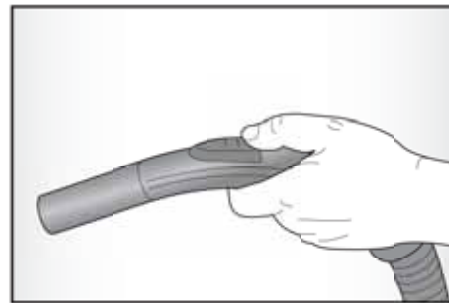

Fig. 4
La valvola dell'aria secondaria (P) si trova sull'impugnatura (Q) e viene utilizzata per regolare la forza d'aspirazione (FIG. 4). Maggiore è l'apertura della valvola, minore è la forza d'aspirazione e viceversa.